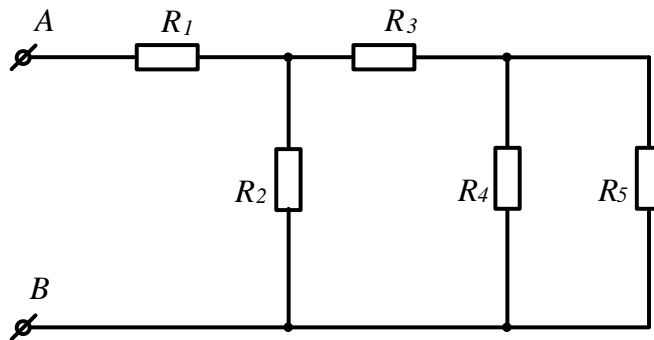

Рисунок 7
**Задача 2.** Определить эквивалентное сопротивление цепи (рис.7) между зажимами АВ, если  $R_1=2,5\text{Ом}$ ,  $R_2=6\text{Ом}$ ,  $R_3=2\text{Ом}$ ,  $R_4=1,5\text{Ом}$ ,  $R_5=3\text{Ом}$